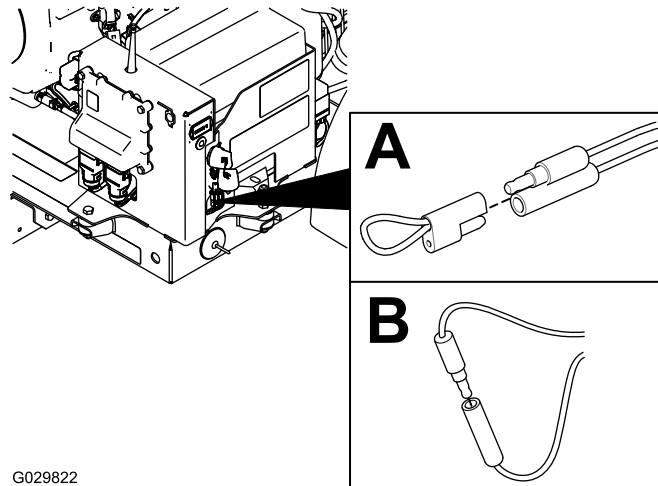

Figure 34
2. Enlevez le bouchon captif sur les 2 prises shunt de diagnostic (Figure 34, A).
3. Branchez ensemble les prises shunt de diagnostic (Figure 34, B).